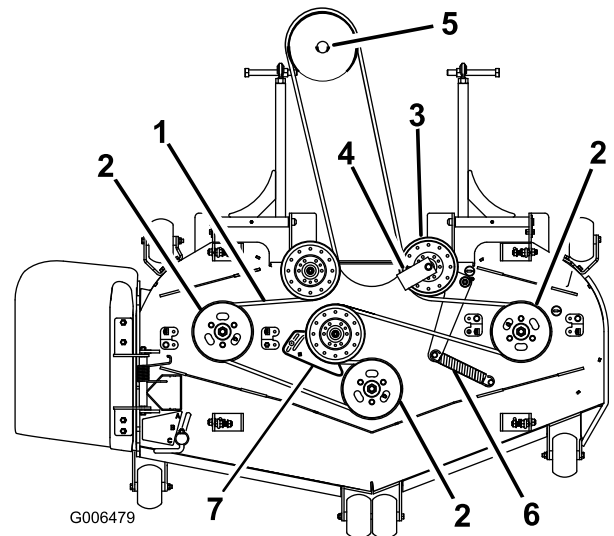
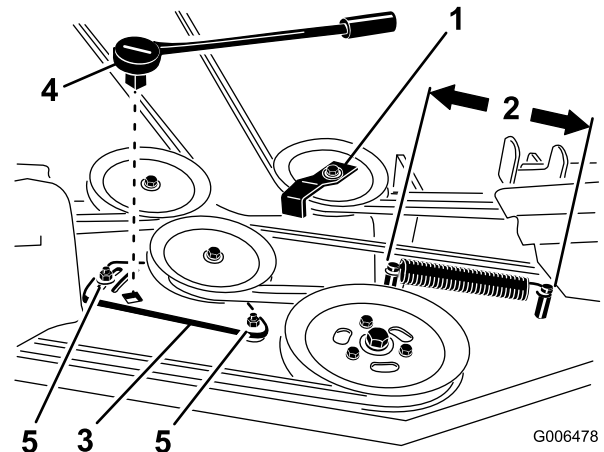

Figure 64
Figure 66
4. Pour les tabliers de 72 pouces, desserrez les boulons de fixation de la plaque de la poulie de tension (Figure 66).
6. Enlevez le guide de courroie de la poulie de tension rappelée par ressort (voir Figure 64 et Figure 66).
8. Acheminez la courroie neuve autour des poulies du tablier de coupe et de la poulie du boîtier d'engrenages, sous le moteur (Figure 64).
9. Montez le guide de courroie sur la poulie de tension rappelée par ressort à un angle de 45 degrés comme illustré à la Figure 64 et Figure 66. Serrez le boulon à un couple de 37 à 45 Nm (27 à 33 pi-lb).
10. Montez le ressort de la poulie de tension sur les deux ergots (Figure 64 et Figure 66).
ressort atteint 25,4 à 26 cm (10 à 10-1/4") entre les ergots, comme illustré à la Figure 66.
8. Tout en maintenant la courroie tendue, serrez les boulons de fixation de la plaque du bras de tension (Figure 66).
4. Mesurez la longueur du ressort (Figure 66). Si elle est comprise entre 25,4 et 26 cm (10 et 10-1/4"), d'un ergot à l'autre, aucun réglage n'est nécessaire.
5. Desserrez les boulons de fixation de la plaque du bras de tension (Figure 66).
6. Insérez un manche à rochet ou une barre de levier dans le trou carré de la plaque pour régler la tension (Figure 66).